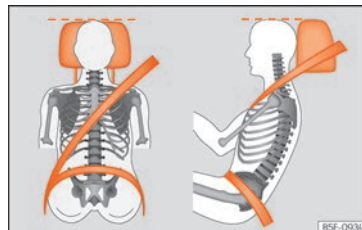

Fig. 89 Apoyacabezas ajustado correctamente visto de frente y lateralmente.
- Ajuste el apoyacabezas de modo que el borde superior quede, en la medida de lo posible, a la altura de la parte superior de la cabeza, como mínimo a la altura de los ojos » » fig. 89.